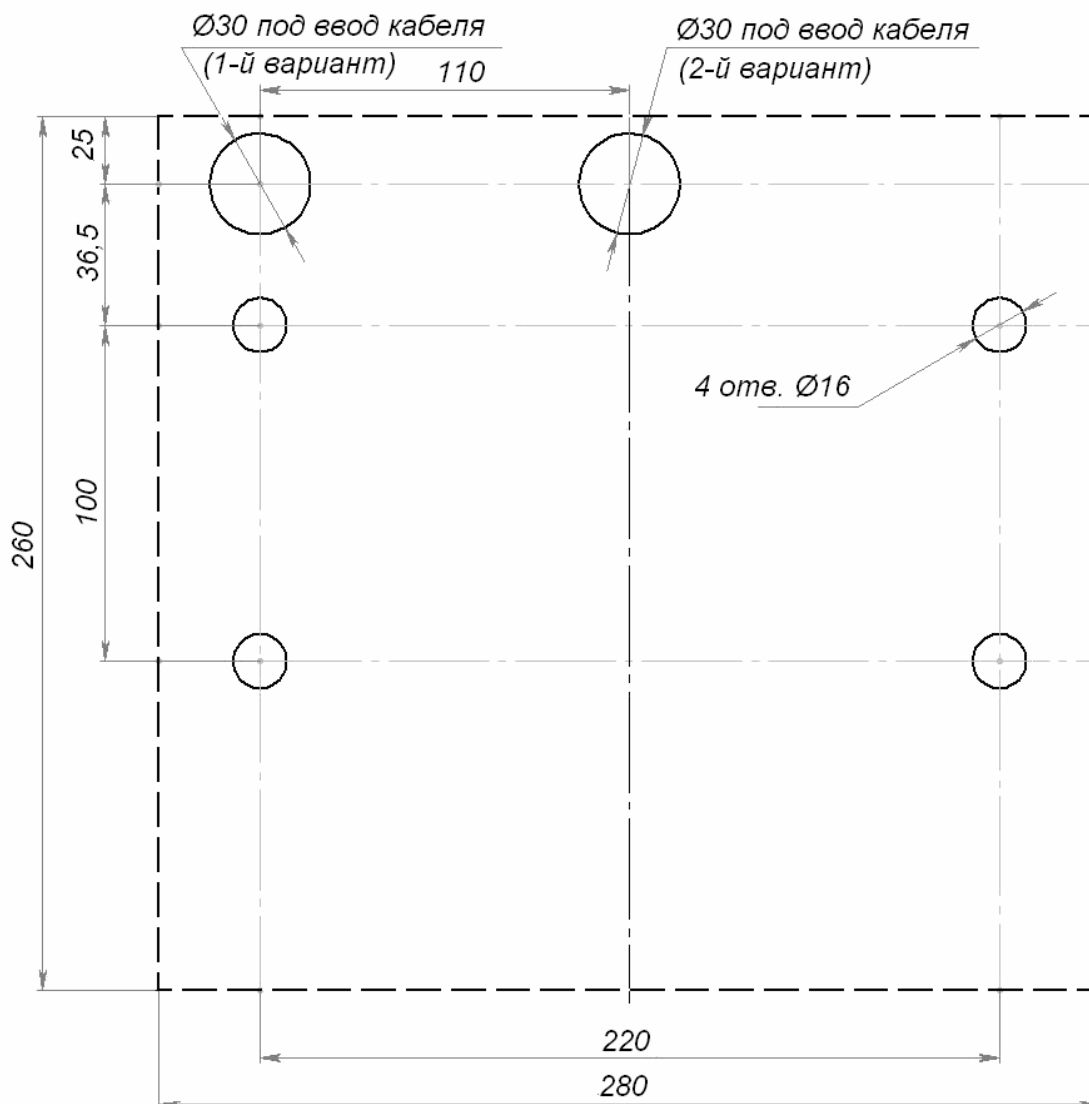

Рисунок 9 Разметка отверстий в полу под крепление стойки турникета и отверстия для ввода кабелей
8.4.2 Подготовьте в полу отверстия под гильзы анкеров (12) для крепления стойки турникета (см. рисунок 9).
При необходимости прокладки кабелей под поверхностью пола подготовьте в полу кабельный канал, подходящий к отверстиям для ввода этих кабелей в стойку турникета (вариант 1 или 2, рисунок 9). Установку и крепление стойки турникета производите после прокладки всех кабелей в кабельном канале и внутри стойки турникета.